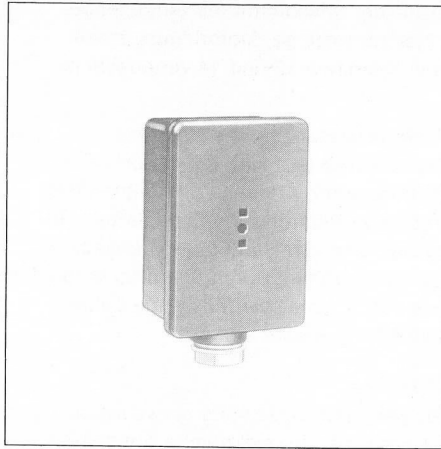

Bild 8 Vorlauffühler VFAN
3.2 Vorlauffühler VFAN (Bild 8)